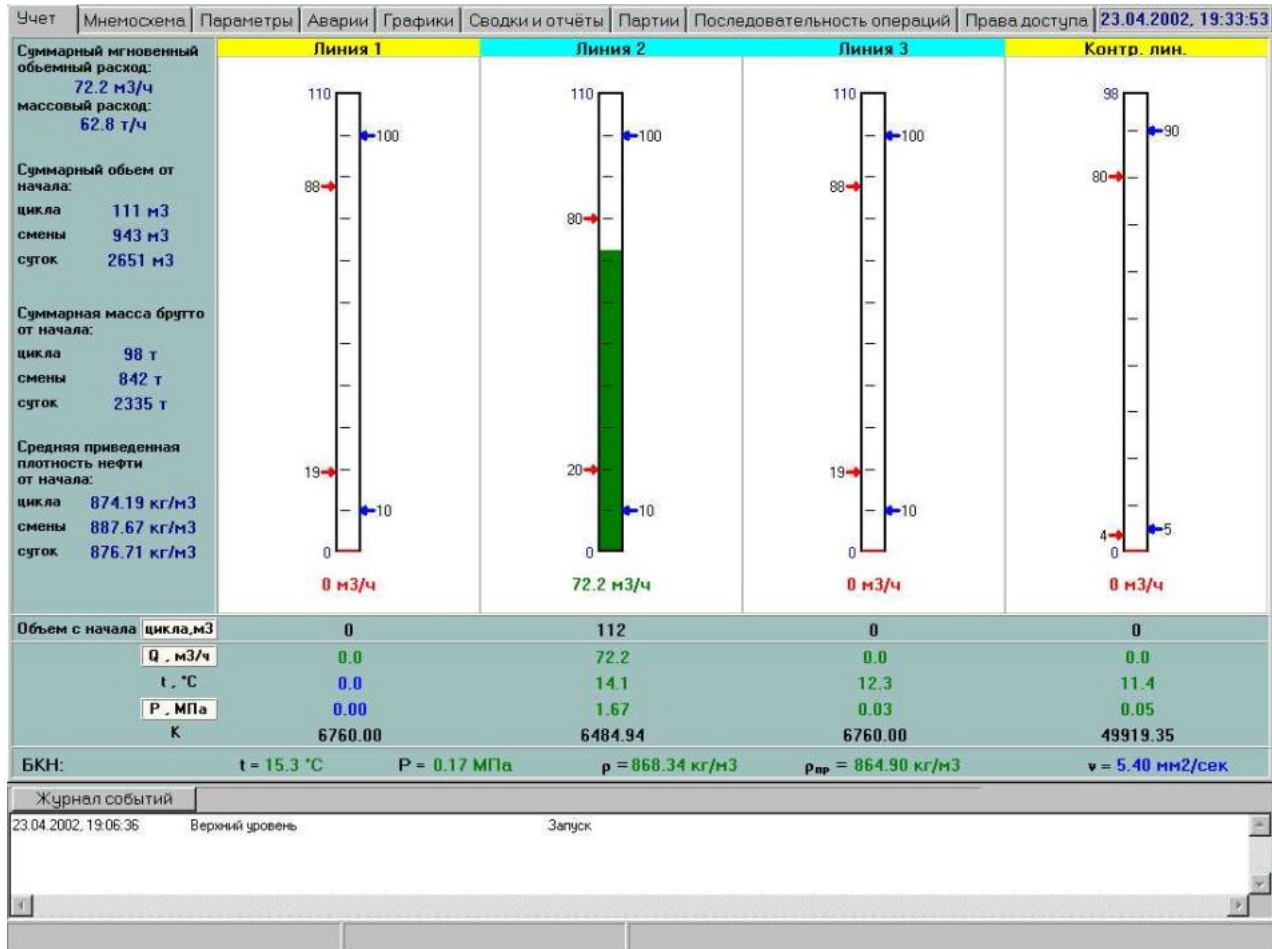

Рис. 3 – Экран «УЧЕТ»
3.2.1.1 Экран «УЧЕТ» (Рис. 3) отображает: